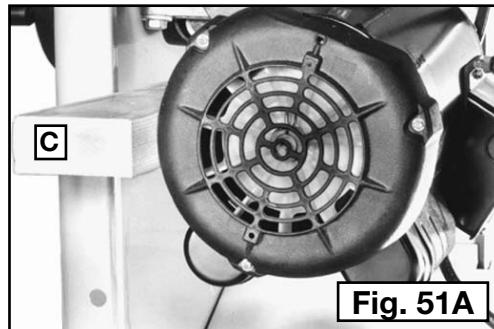

Fig. 51A
3. Coloque un bloque de madera (C) Fig. 51A entre el motor y el interior del gabinete de la sierra. Baje el motor contra el bloque de madera hasta que se libere la tensión de la banda.
5. Ajuste el perno (A). Vuelva a colocar y ajuste el perno (B).